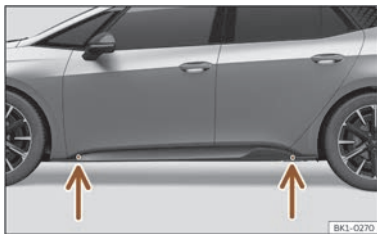

Fig. 212 Points de prise du cric.
- Recherchez sur le bas de caisse la marque du point d'appui du cric (zone renfoncée) le plus proche de la roue à changer >>> fig. 212.